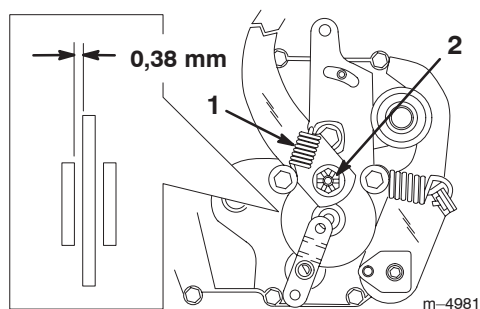

Bild 21
Die Feststellbremse befindet sich an der rechten Seite der Hinterachse im Hinterreifen (Bild 21). Wenn die Feststellbremse den Traktor nicht sicher hält, muss diese eingestellt werden.
2. Entfernen Sie die Feder vom Bremsarm (Bild 21).
3. Entfernen Sie den Splint, mit dem die Bremseinstellmutter befestigt ist und lockern Sie die Mutter (Bild 21).
4. Stecken Sie eine 0,38-mm-Fühlerlehre zwischen die Bremsscheibe und die Bremsbacke (Bild 21).